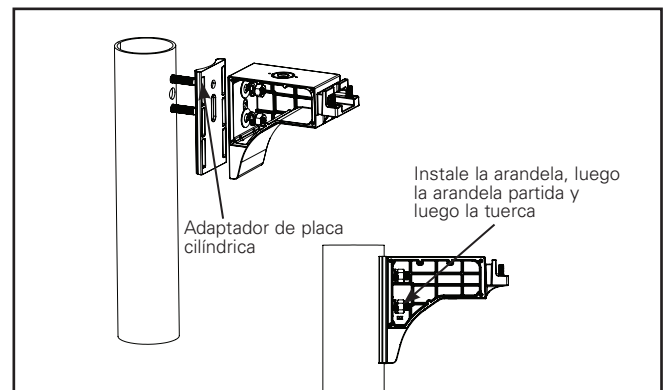

Figura 8.
- Alinee el orificio superior del brazo de montaje en poste con el orificio superior del poste. Alinee la ranura de montaje en poste con el orificio inferior del poste (Figura 8).
5. Desde el interior del poste, introduzca los tornillos a través del poste, el adaptador (si corresponde), el brazo de montaje en poste, las arandelas y las arandelas partidas (Figura 8).